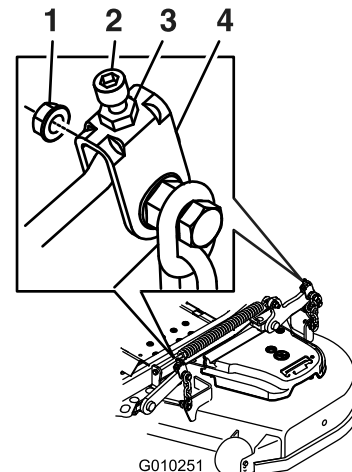

Figure 88
10. Le cas échéant, desserrez l'écrou Whizlock sur le côté de la chape et l'écrou de blocage sur le dessus. Ajustez précisément la vis de réglage en la tournant jusqu'à obtention de 7,6 mm (3") de hauteur (voir Figure 88).
16. Ajustez précisément la vis de réglage en la tournant jusqu'à obtention de 8,3 mm (3-1/4") de hauteur (Figure 88).